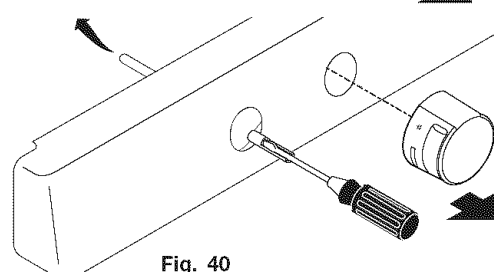

Fig. 40
Si le brûleur s'éteint, remettez le bouton à « OFF » (arrêt). Retirez le bouton de commande du brûleur. Utilisez un tournevis à lame étroite pour régler la taille de la flamme du brûleur intérieur avec la vis de pression de droite (reportez-vous à la figure 40). Réglez la taille de la flamme du brûleur externe avec la vis de pression du bas (fig. 40). Tournez vers la gauche pour augmenter la hauteur de la flamme. Tournez vers la droite pour la diminuer. Vérifiez si le réglage faible « LO ou LOW » doit être ajusté (position avant droite SEULEMENT) :
5. Utilisez un tournevis à lame étroite pour régler la taille de la flamme du brûleur intérieur avec la vis de pression de droite (reportez-vous à la figure 40). Réglez la taille de la flamme du brûleur externe avec la vis de pression du bas (certains modèles, reportez-vous à la figure 40). Tournez vers la gauche pour augmenter la hauteur de la flamme. Tournez vers la droite pour la diminuer.